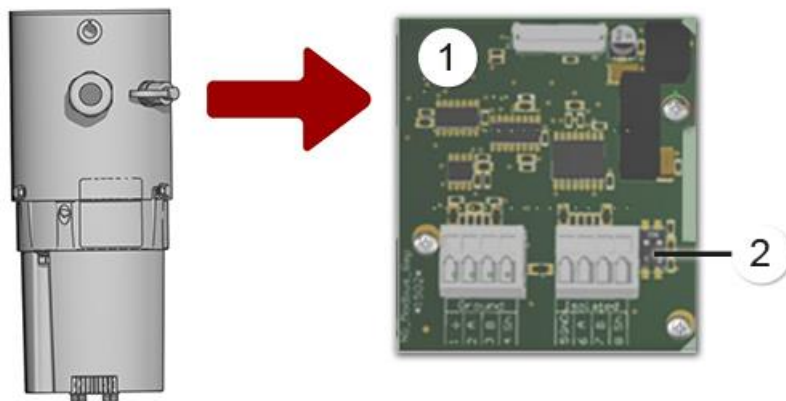

Abbildung 8: Übersicht des Modbus RTU Moduls im FireGuard 2 Integral
- Wenn das Photometer als Endgerät eingesetzt wird, muss auf dem Modbus-Modul der DIL-Schalter S2/1 eingeschaltet (ON) sein (Abbildung 8, Pos. 2).